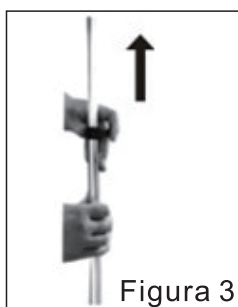

Figura 3
- ② Gire el botón fijo de varilla flexible de aluminio en sentido horario según la figura (1).
③ Instale abajo la boquilla de vapor, la gancha de ropa y la percha en sentido de la figura (2).
④ Abra el segundo botón de bloqueo, (véase en la figura 3), tire arriba la varilla de aluminio, se puede tirar tres segmentos de varilla, ajústelos en la posición adecuada, apriete el botón (véase en la figura 4).
⑤ Inserte la manguera de vapor en la boca de emisión de vapor de la máquina principal según la figura (4) y gire y apriete el botón fijo de manguera de vapor en sentido horario.